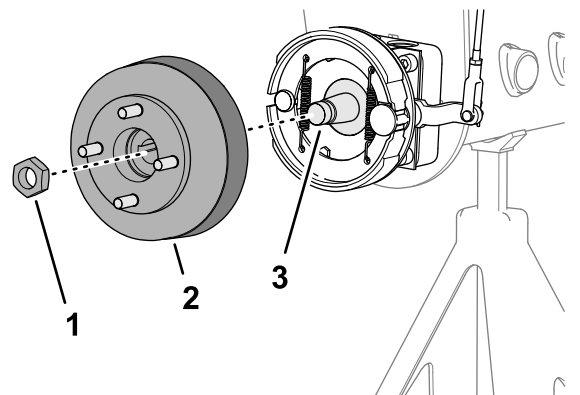
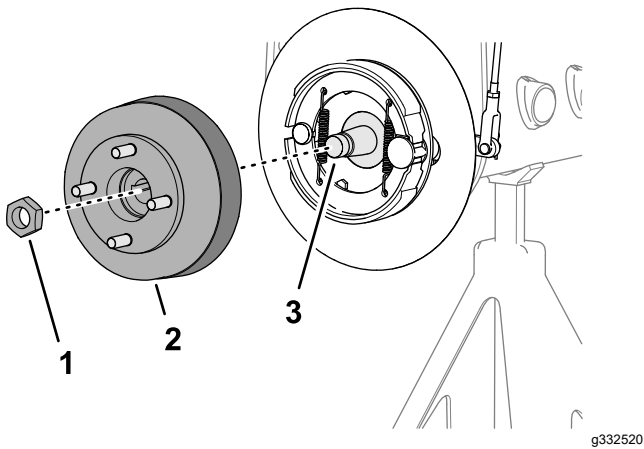

Bild 72
Bild 73
3. Montieren Sie die Radnabe und Bremstrommel auf die Radmotorwelle (Bild 72 oder Bild 73).
4. Befestigen Sie die Radnabe mit der Sicherungsmutter (Bild 72 oder Bild 73) auf der Welle und ziehen Sie diese nur handfest an.